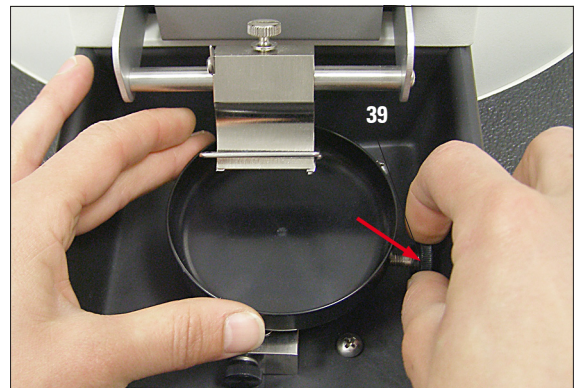

Abb. 22
- Die Rändelschraube (38) dient dazu, dass auch die orientierbare Probenhalterung montiert werden kann (siehe hierzu Abb. 22).
- Die Probenwanne waagerecht halten und mit der Rändelschraube klemmen (Abb. 22).